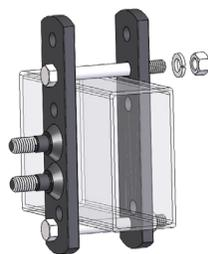

Figure 10
2. Insérez le deuxième boulon de 3/8 po x 3-1/2 po à travers le trou ouvert situé le plus près du dessus du châssis de la remorque. (Figure 10)